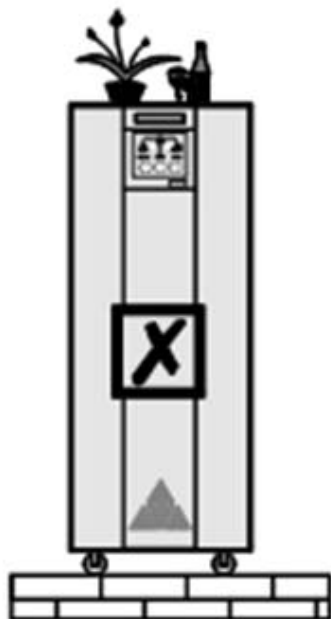

Рис. 8
5. Не размещайте никаких предметов на ИБП (Рис. 8).